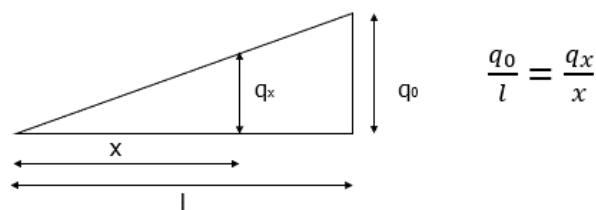

Abbildung 134: Strahlensätze
- a) Konstruiere mit einem CAD-Programm einen Doppel-T-Träger mit dem Profil IPE 500. Die Maße kannst Du in der anhängenden Kennwerttabelle der IPE-Profile nachsehen. Die Bohrungen können vernachlässigt werden. Führe anschließend eine FEM-Analyse unter den in Abbildung 134 aufgezeigten Bedingungen durch: